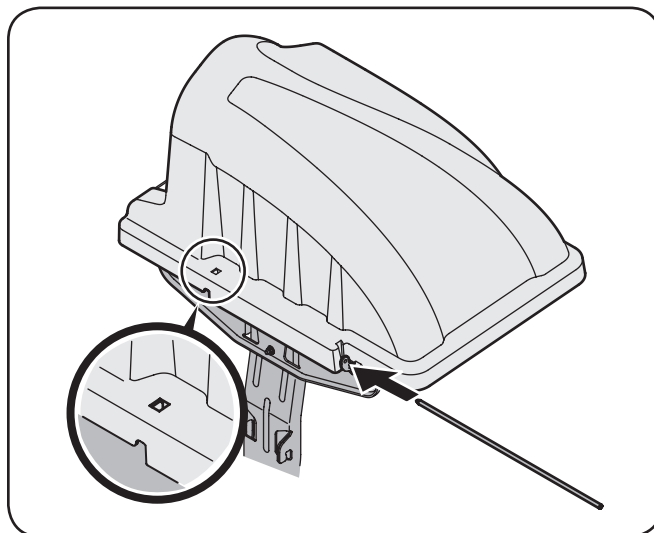
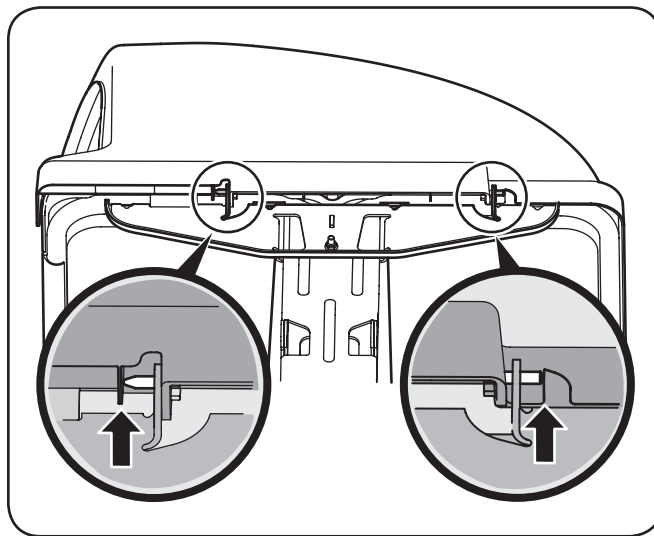

Figure 4-14
Figure 4-15
4. Glissez la broche dans l'orifice de l'onglet de fixation, et ce, comme illustrée à la Figure 4-14. Servez-vous de la fenêtre de découpe (reportez-vous à l'encadré de la Figure 4-14) pour aligner la broche de l'autre côté et enfoncez-la complètement, jusqu'à ce qu'elle atteigne la butée. À cette étape, la broche s'enclenche en place et est fixée à l'aide de l'onglet qui se trouve dans le couvercle de l'ensacheuse. Reportez-vous à la Figure 4-15.